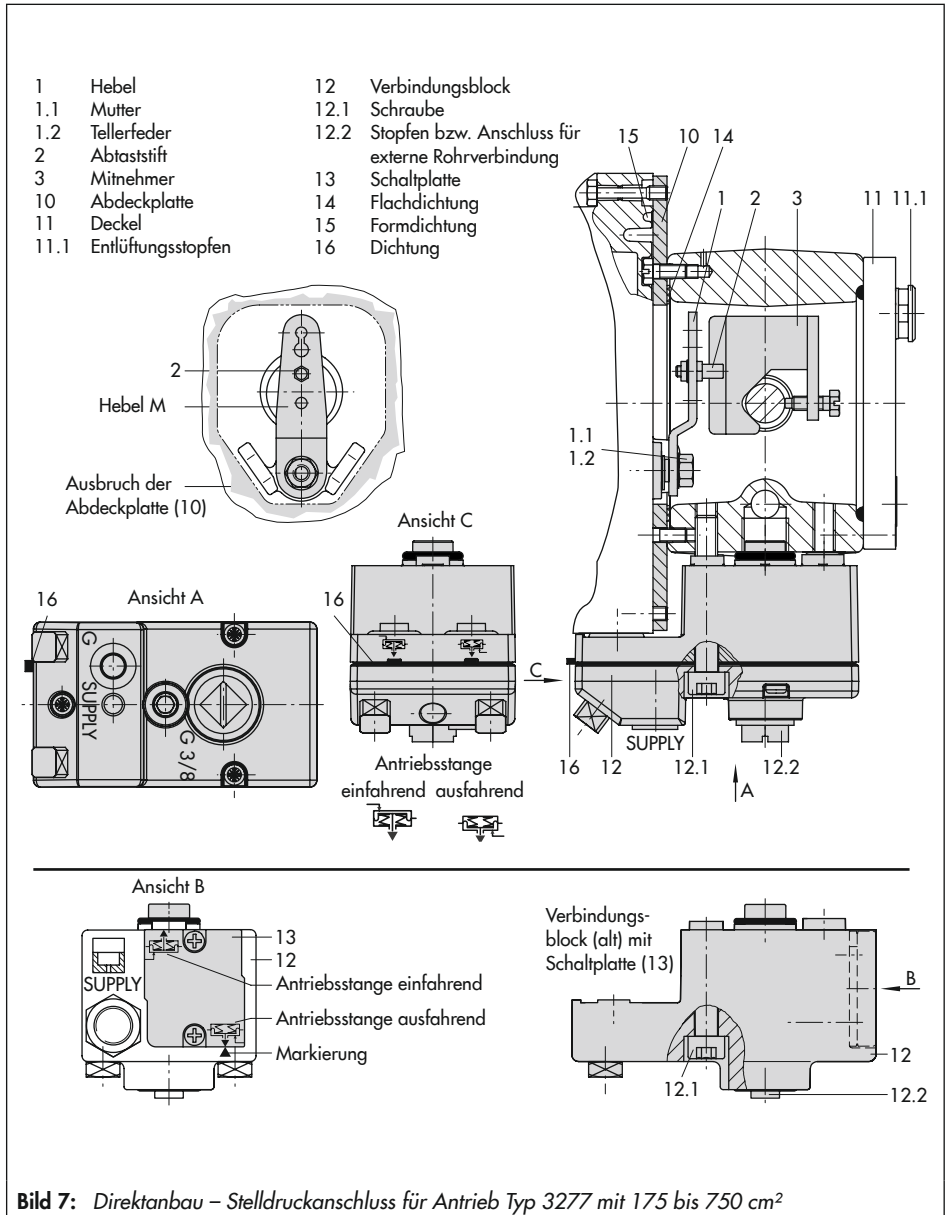

Bild 7: Direktanbau – Stelldruckanschluss für Antrieb Typ 3277 mit 175 bis 750 cm²
Antriebe mit 175 bis 750 cm² (vgl. Bild 7)
1. Mitnehmer (3) an die Antriebsstange setzen, ausrichten und so festschrauben, dass die Befestigungsschraube in der Nut der Antriebsstange sitzt.
2. Abdeckplatte (10) mit schmaler Seite des Ausbruchs (Bild 7 links) in Richtung zum Stelldruckanschluss befestigen, die aufgeklebte Flachdichtung (14) muss zum Antriebsjoch zeigen.
3. Bei Antrieben mit 355/700/750 cm² am Hebel **M** (1) auf der Stellungsregler-Rückseite den Abtaststift (2) aus Stiftposition **35** lösen und in die Bohrung für Stiftposition **50** umsetzen und verschrauben.
6. Kontrollieren, ob die Zunge der Dichtung (16) seitlich am Verbindungsblock so ausgerichtet ist, dass das Antriebsymbol für „Antriebsstange ausfahrend“ bzw. „Antriebsstange einfahrend“ mit der Ausführung des Antriebs übereinstimmt. Andernfalls müssen die drei Befestigungsschrauben entfernt, die Deckplatte abgehoben und die Dichtung (16) um 180° gedreht wieder eingelegt werden.
Beim alten Verbindungsblock (Bild 7 unten) muss die Schaltplatte (13) so gedreht werden, dass das entsprechende Antriebssymbol zur Pfeilmarkierung ausgerichtet ist.
7. Verbindungsblock (12) mit seinen Dichtungen an Stellungsregler und Antriebsjoch ansetzen und mit Befestigungsschraube (12.1) festziehen. Bei Antrieb